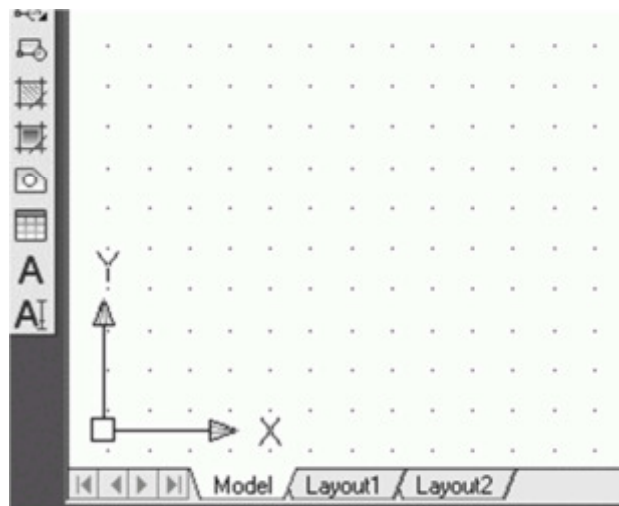

Рис. 1. Пиктограмма пользовательской системы координат пространства модели
*Пространство модели (Model Space)* – это пространство AutoCAD, где формируются модели объектов как при двумерном, так и при трехмерном моделировании. О том, что в окне AutoCAD на текущий момент установлено пространство модели, говорят соответствующая пиктограмма ПСК в рабочем поле чертежа, индикация кнопок Model в нижней части рабочего поля (рис. 1) и MODEL в строке состояния. Если пользователь AutoCAD работает только с двумерными объектами, ему нет особой необходимости переходить в пространство листа: все изображения объекта, а также дополнительная информация (рамка формата, размеры, основная надпись и пр.) могут формироваться в пространстве модели.